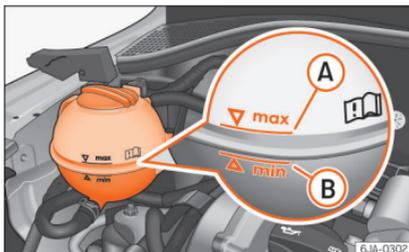

Abb. 245 Motorraum: Kühlmittel-Vorratsbehälter
- Prüfen Sie den Kühlmittelstand am Kühlmittelausgleichbehälter »»» **Abb. 245**. Der Kühlmittelstand muss bei kaltem Motor zwischen den Markierungen **B** (min.) und **A** (max.) liegen. Bei warmem Motor kann er auch etwas über der Markierung **A** (max) liegen.
- Legen Sie einen Lappen auf den Deckel des Kühlmittelausgleichbehälters »»» **Abb. 245** und schrauben Sie den Deckel **vorsichtig** ab.
Füllen Sie das Kühlmittel nicht über die Marke **A** (max.) »» **Abb. 245!** Überschüssiges Kühlmittel wird bei Erwärmung durch das Überdruckventil im Verschlussdeckel des Kühlmittelausgleichbehälters aus dem Kühlsystem gedrückt.